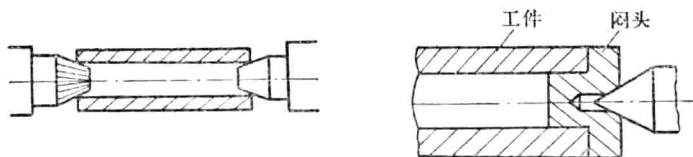

图15 用伞形顶针安装工件。 图16 用辅助中心孔安装工件。
(11) 车削较长的套类工件时，一般是先车好内孔，然后以内孔作为基准来车外圆的。但这时不可能用这样长的心轴，因此必须用伞形顶针(或大顶针)来顶住工件(如图15)。如果没有伞形顶针，就可以在工件两端镶两块辅助中心孔(如图 16)，俗称闷头。
(12) 在较长的轴类工件上钻孔或镗孔时，这时可以采用一